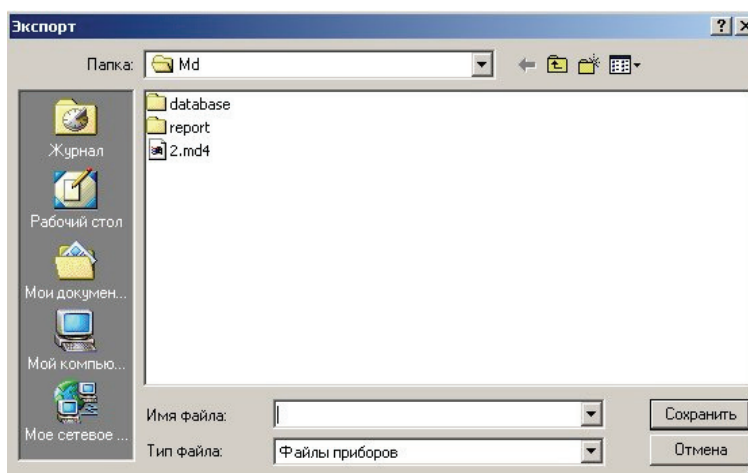

Рисунок 3.75
3.3.6.2 Строка **Экспорт выборки приборов** Меню **Импорт/Экспорт** служит для вызова всплывающего окна **Экспорт** (см. рисунок 3.75), в котором в поле «Имя файла» ввести имя файла.
3.3.6.3 Строка **Экспорт текущего прибора** Меню **Импорт/Экспорт** служит для вызова всплывающего окна **Экспорт** (см. рисунок 3.75), в котором в поле «Имя файла» ввести имя файла.